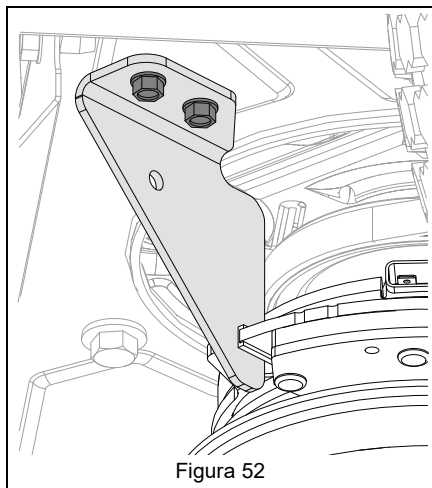

Figura 52
4. Poner el soporte del tope del embrague y fijar con la tornillería original. Consulte Figura 52.